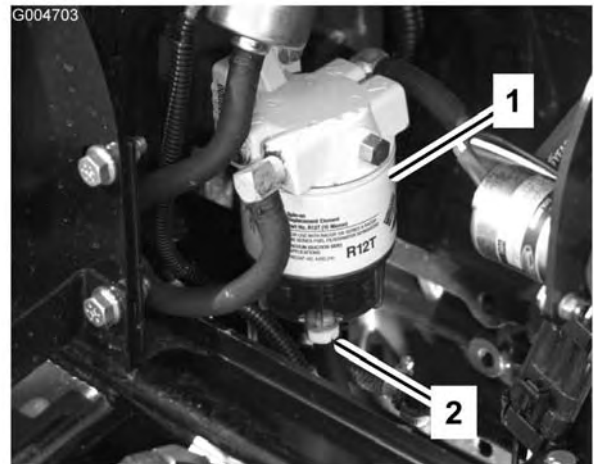

Bild 51
Entleeren Sie Wasser und andere Fremdstoffe täglich aus dem Wasserabscheider (Bild 51).
2. Lösen Sie die Ablassschraube an der Unterseite der Filterglocke (Bild 51). Ziehen Sie anschließend die Verschlusschraube wieder fest.